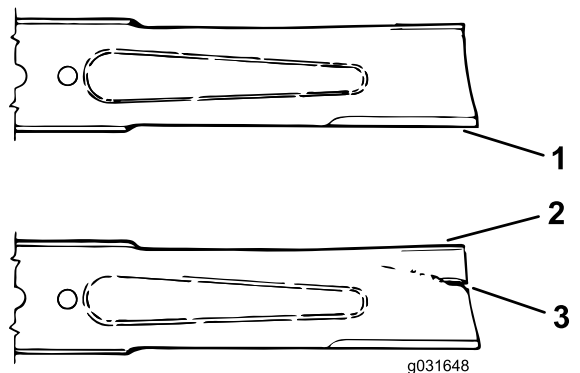

Figure 74
3. Examinez attentivement les tranchants de la lame, particulièrement au point de rencontre de la partie plane et de l'ailette (**Figure 74**).